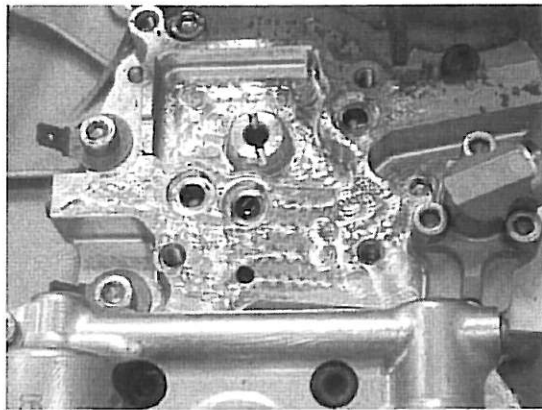

Bild 6
1. Die Basisplatte mit Papiertüchern reinigen. Siehe Bild 6.